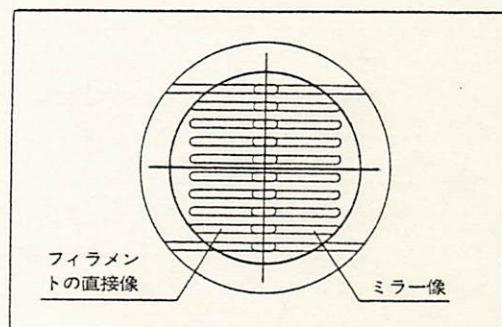

図 14
- 7) バックミラーを前後させて、バックミラーによるフィラメント像(少し暗い)を結像させ、ランプ左右方向の心出しぜじで2つの像をほぼ図14のように少し中央で重なるように並べます。